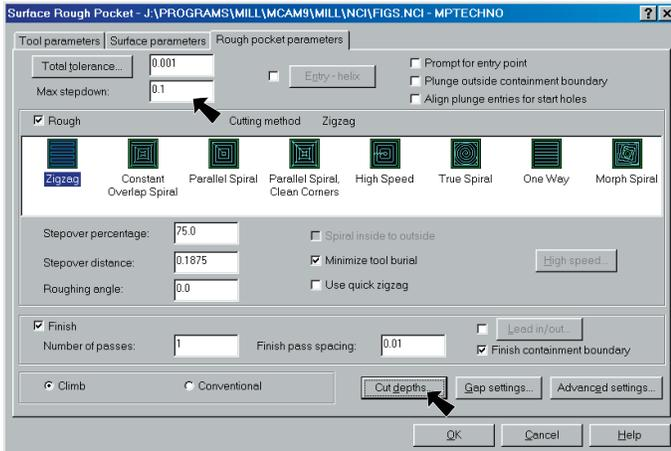

Fig. 6
Step 14. Set Max Stepdown: .15 **Fig. 6**